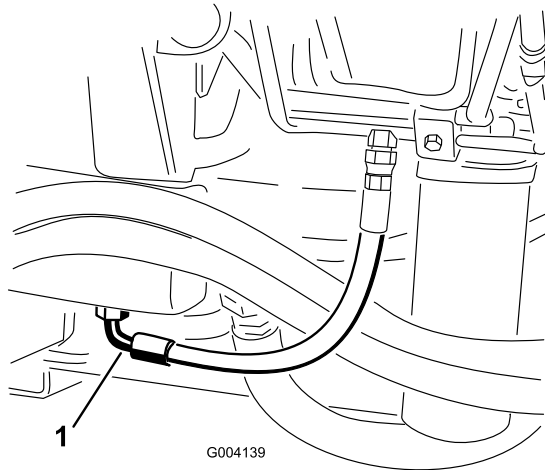

Figura 76
2. Coloque um recipiente de escoamento grande debaixo do encaixe preso à parte de baixo do reservatório do fluido hidráulico (Figura 76).